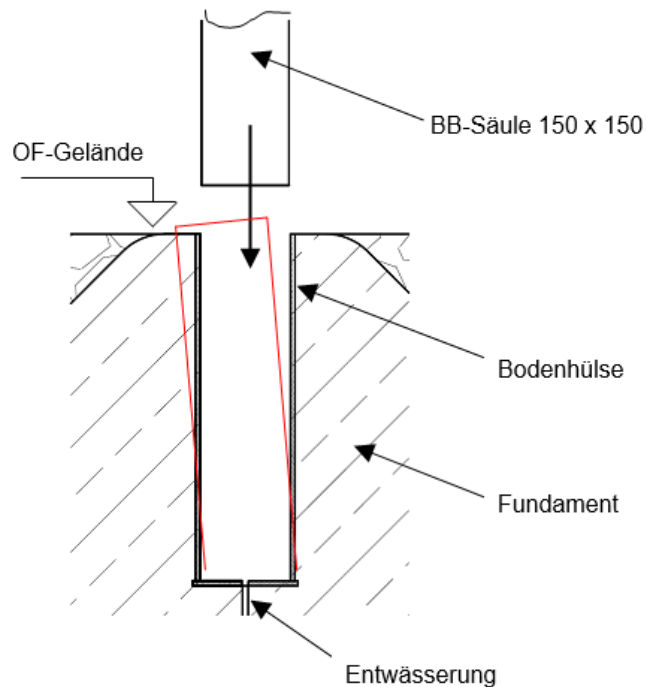
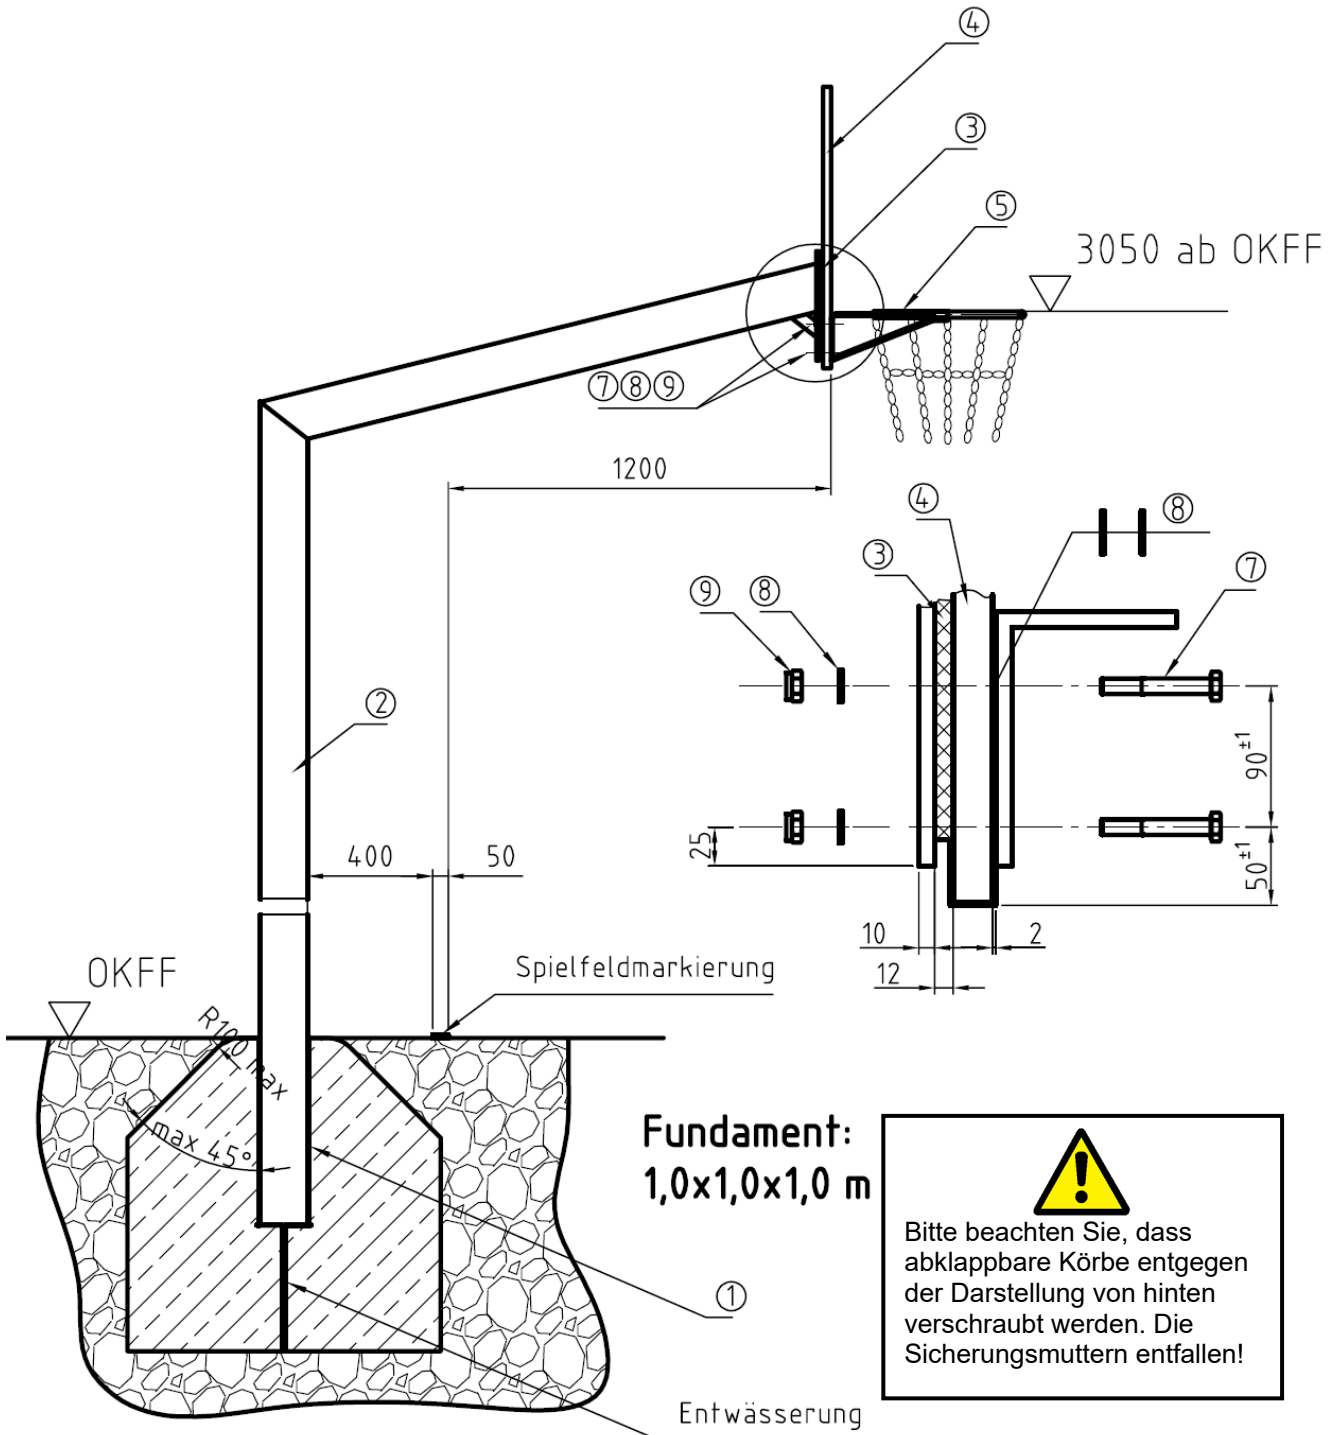

Abb.1: Einbau Bodenhülse
Abb. 2: Fair Play 2.0-Anlage ohne Höhenverstellung
Die Bodenhülse (1) in Betonfundament (wie dargestellt oben abgerundet, 1x1x1 m) oben bündig abschließend einsetzen (siehe Abbildung 1). Die Bodenbuchse ist rechtwinklig zur Spielfeldlinie zu platzieren. Die Bodenbuchse muss 4–5 mm nach hinten geneigt sein, um die kopflastige Neigung der Anlage auszugleichen. Um die Lebensdauer Ihrer Anlage zu verlängern, sollte der Ablauf des Regenwassers gewährleistet sein. Dieses kann über einen Ablaufkanal unterhalb der Bodenbuchse realisiert werden oder über ein ins Fundament eingesetztes Leerrohr. (Montagezeichnung siehe Abb. 2)
Das Basketballbrett (4a, 4b) und den Korb (5a, 5b) entsprechend der Abbildung 2 mit Maschinenschrauben M 10x70, Mutter und Scheibe (7, 8, 9) anschrauben (Variante a: von vorn-, Variante b: von hinten verschrauben). Dabei ist die Dämpfungszwischenlage (3) als Dämmung zwischen der Schraubplatte (fest an der Säule) und dem Basketballbrett vorgesehen. Die mitgelieferten Unterlegscheiben ebenfalls wie in Abbildung 2 angeben zwischen Korb und Brett einfügen.
Der Unterschied in der Montage besteht darin, dass die Unterlegscheiben (8) entfallen können. Zur Montage siehe Abbildung 2.
An der Vorderseite der Verstellung werden die Dämpfungszwischenlage, das entsprechende BB-Brett und der Korb montiert (siehe Abbildung 2 und 3).